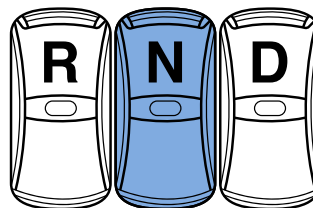

Figure 5 - Sélecteur de marche
3. Mettez le véhicule au point mort en appuyant sur le bouton "N" du sélecteur de marche (Figure 5).